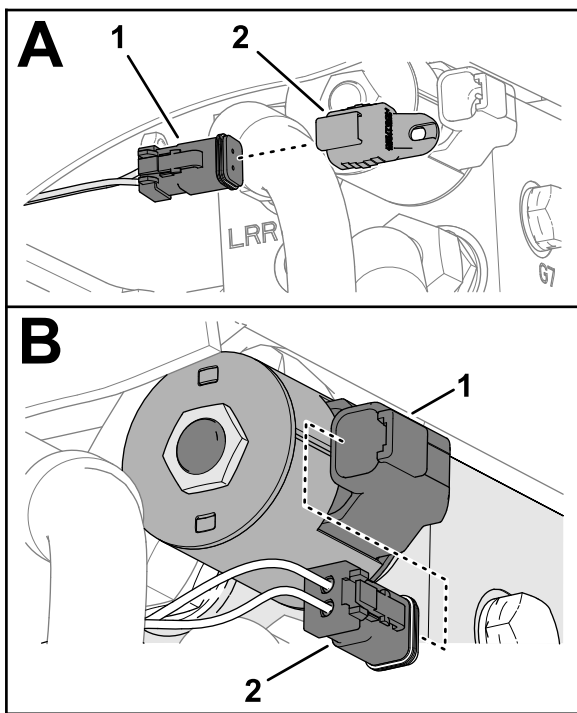

Bild 6
6. Entfernen Sie die Kappe vom 2-poligen Stecker des mit REVERSE SOLENOID [Magnetventil Rückwärtsgang] gekennzeichneten Maschinenkabelbaums (Bild 6).
7. Stecken Sie den 2-poligen Stecker REVERSE SOLENOID [Magnetventil Rückwärtsgang] in den 2-poligen Stecker der Spule (**Bild 6**).